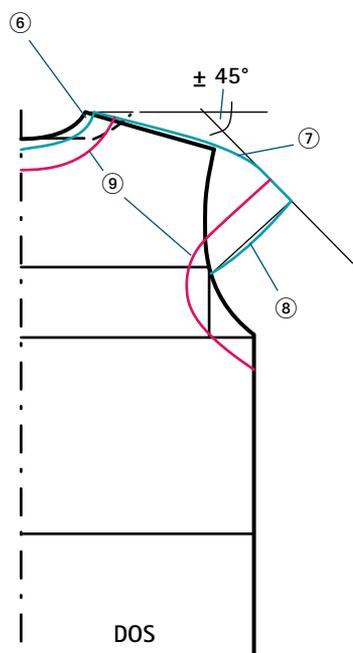

FIG. 2
⑥ Élargir l'encolure pour permettre le passage de la tête, par exemple de 3 à 5 cm.
⑦ Tracer la petite manche en suivant les mêmes indications que pour le devant.
⑧ Pour obtenir un effet plus joli, tracer la ligne du bas de la manche en dessous de la ligne de carrure (de 1 à 2 cm), puis la galber vers le bas de 2 mm.
⑨ Tracer les parementures d'encolure et d'emmanchure d'une même largeur que les parementures du devant (fig. 2, en rouge).